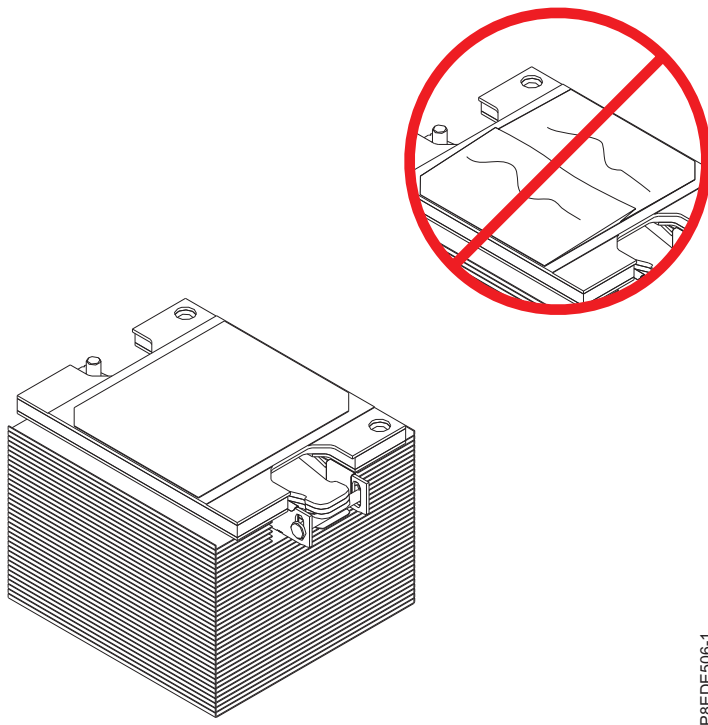

Abbildung 16. Überprüfen des TIM
5. Überprüfen Sie das Material der Thermoschicht (Thermal Interface Material, TIM) auf sichtbare Beschädigungen, siehe Abb. 16 auf Seite 17.